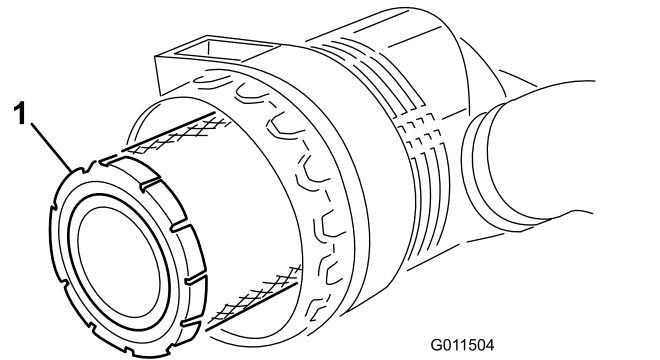

Figura 74
4. Retire e substitua o filtro primário (Figura 74).